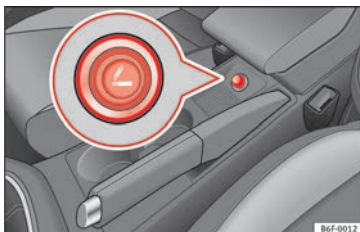

Fig. 163 Encendedor.
- Presione el encendedor » fig. 163 para activarlo » ⚠.